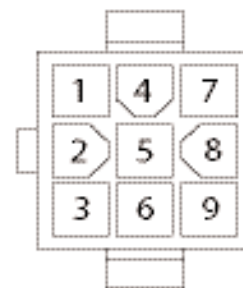

Figure 2 : raccordement des relais de la sortie de perte vidéo du LTC 5234/90
L'amplificateur de distribution vidéo LTC 5234/90 comporte quatre (4) sorties de perte vidéo, lesquelles consistent en un ensemble de relais qui se ferment automatiquement en cas d'absence de signal vidéo. La sortie de perte vidéo est raccordée par le biais d'un connecteur à 9 broches, situé à l'arrière de l'appareil. La valeur nominale des contacts s'élève à 1 ampère à une tension maximale de 40 Vca ou Vcc. Un câble à 9 broches est spécialement fourni pour relayer le connecteur et raccorder la sortie de perte vidéo. Voir la *figure 2* pour le raccordement des broches.